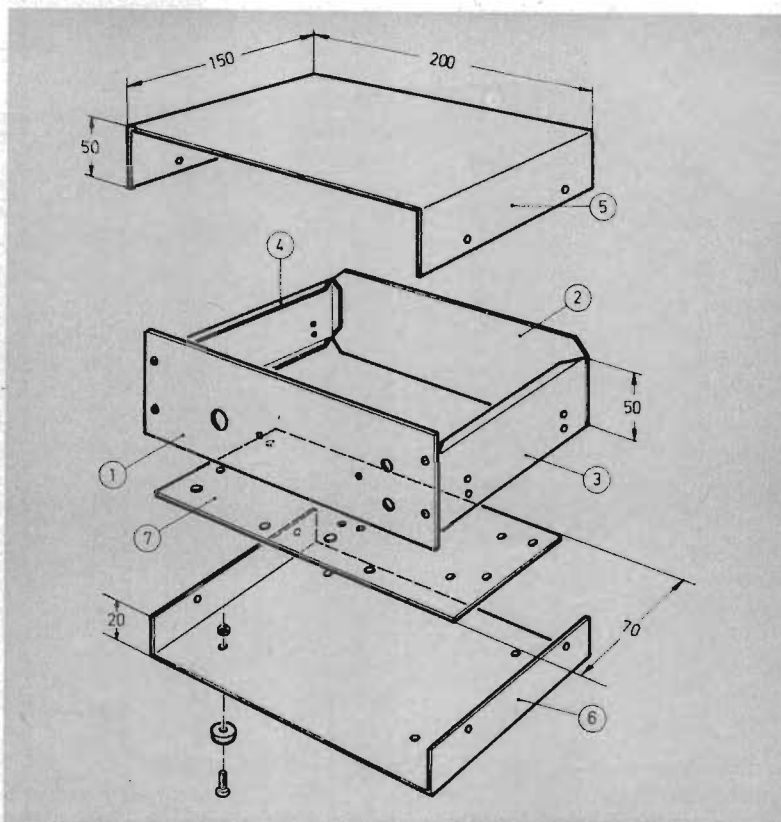

Fig 3
Chassi-plåten (7), se fig. 3, med komponenterna monterade.
Likspänningsaggregatet är inbyggt i en apparatlåda enligt fig. 3. Komponenterna inlödes till tre 5-poliga stiftplintar (a), (b), (c), som monteras på en chassi-plåt 70×200 mm (7), se fig. 3, 4 och 5. Serietransistorn T2 måste vara isolerad från chassiet och monteras därför mot chassiet med det glimmermellanlägg som medföljer effekttransistorn. Vidare måste transistorerna fästskruvar förses med plastbuss-
När man har kopplat färdigt på chassiet skruvas detta fast på sin plats i de två gavelstyckena (3) och (4), se fig. 3.